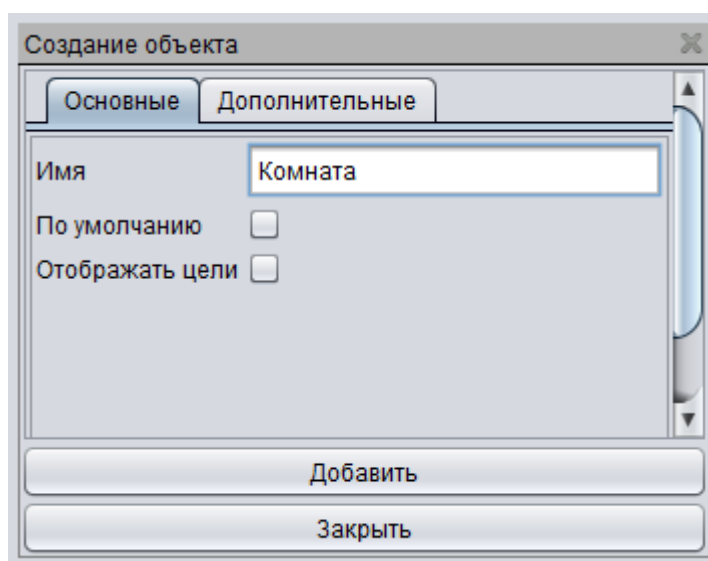

Рис. 126
14.3.2. в открывшемся окне «Создание объекта» (Рис. 126):